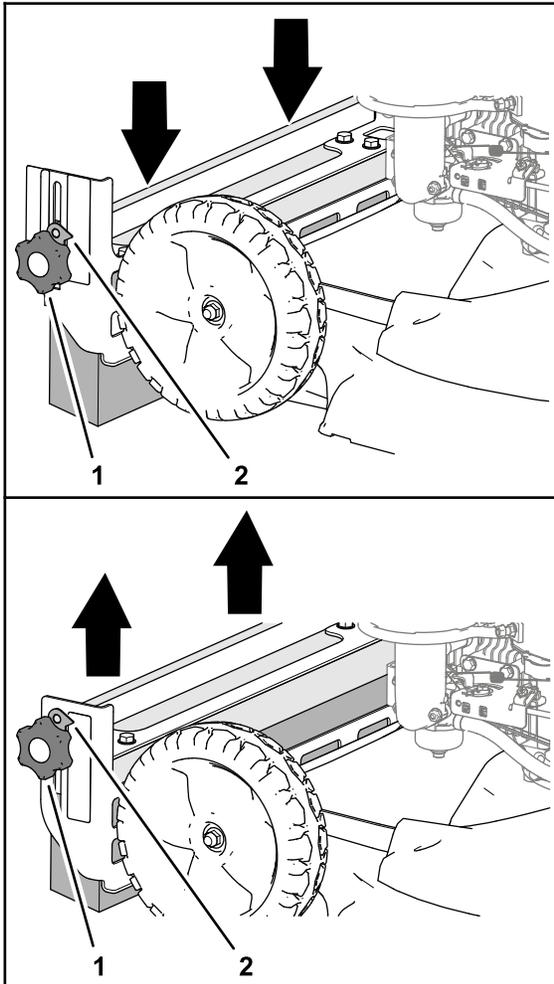

Bild 19
1. Lösen Sie die Handräder an den Seiten der Bürstenbefestigung (Bild 19).
2. Heben oder senken Sie die Groomer-Bürste am Griff des Einstellhalters der Bürste an bzw. ab (Bild 19).
3. Ziehen Sie die Handräder fest (Bild 19).